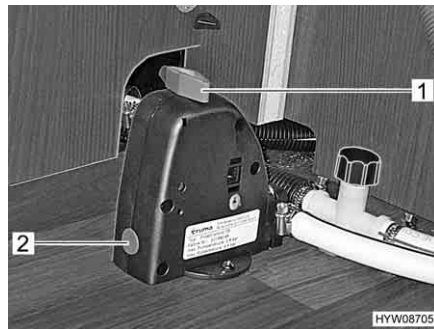

Fig. 117 Valvola di sicurezza/di scarico del boiler
Il boiler è dotato di una valvola di sicurezza/di scarico (Fig. 117). La valvola di sicurezza/di scarico impedisce che l'acqua congeli nel boiler in presenza di basse temperature esterne, quando il riscaldamento dell'autocaravan non è acceso.
- Chiudere la valvola di sicurezza/di scarico. A tal fine ruotare la manopola (Fig. 117,1) verticalmente rispetto alla valvola di sicurezza/di scarico e premere verso l'interno il bottone automatico (Fig. 117,2).
- Aprire la valvola di sicurezza/di scarico. A tal fine ruotare la manopola (Fig. 117,1) nel senso della lunghezza della valvola di sicurezza/di scarico. Il bottone automatico (Fig. 117,2) scatta all'infuori. Il boiler viene svuotato verso l'esterno tramite la valvola di sicurezza/di scarico.